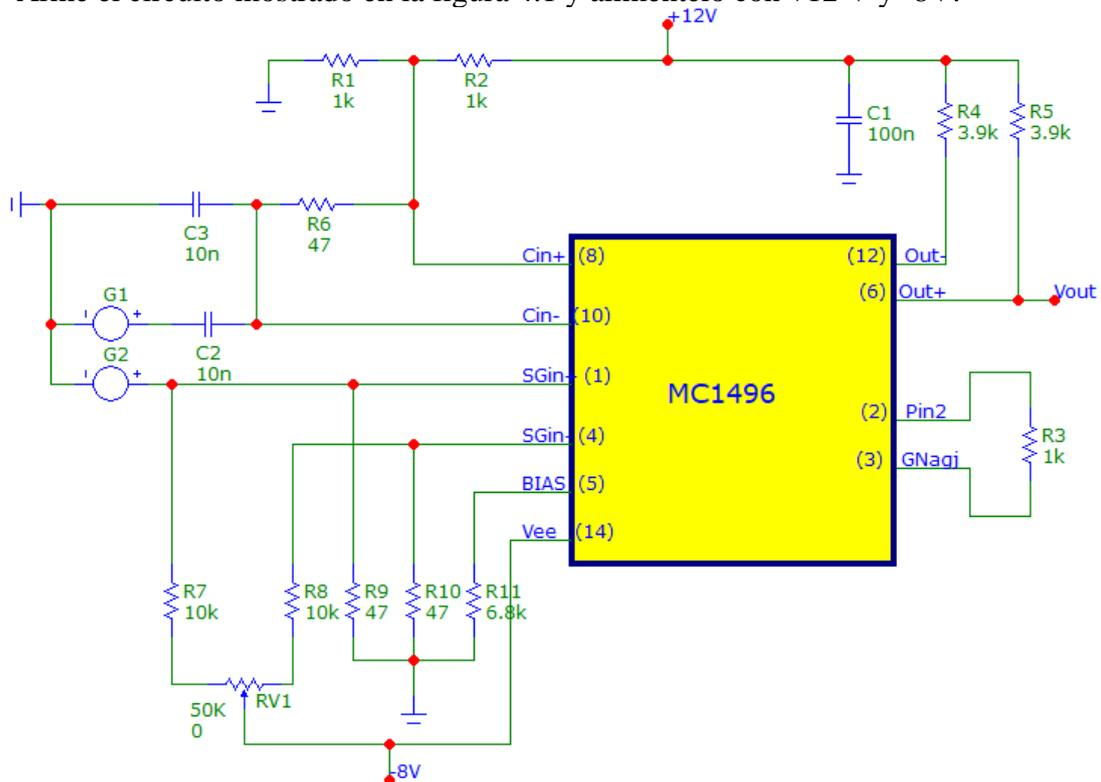

Figura 4.1. Modulador Balanceado
1. Arme el circuito mostrado en la figura 4.1 y aliméntelo con +12 V y -8V.